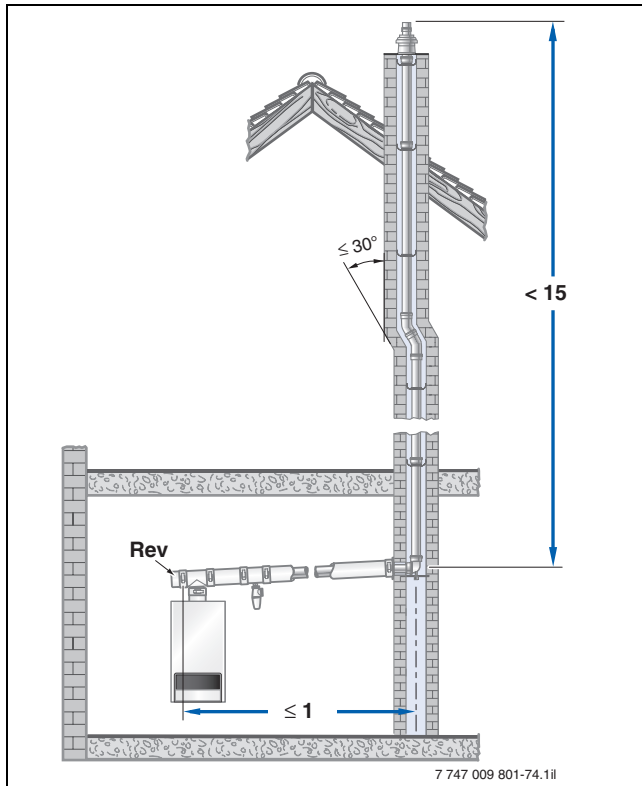

Bild 74 Beispiel zur Anordnung der Inspektionsöffnung (Rev) bei einer Abgasleitung ohne Umlenkung im Aufstellraum (Maße in m)
- An der Stirnseite im geraden, waagerechten Abschnitt der Abgasleitung höchstens 1 m von der Umlenkung in den senkrechten Abschnitt entfernt, sofern sich dazwischen keine Umlenkung befindet (→ Bild 74) oder
- Die untere Inspektionsöffnung nach DIN 18160-1 und 18160-5 ausgeführt ist (→ Bild 74 und 75)